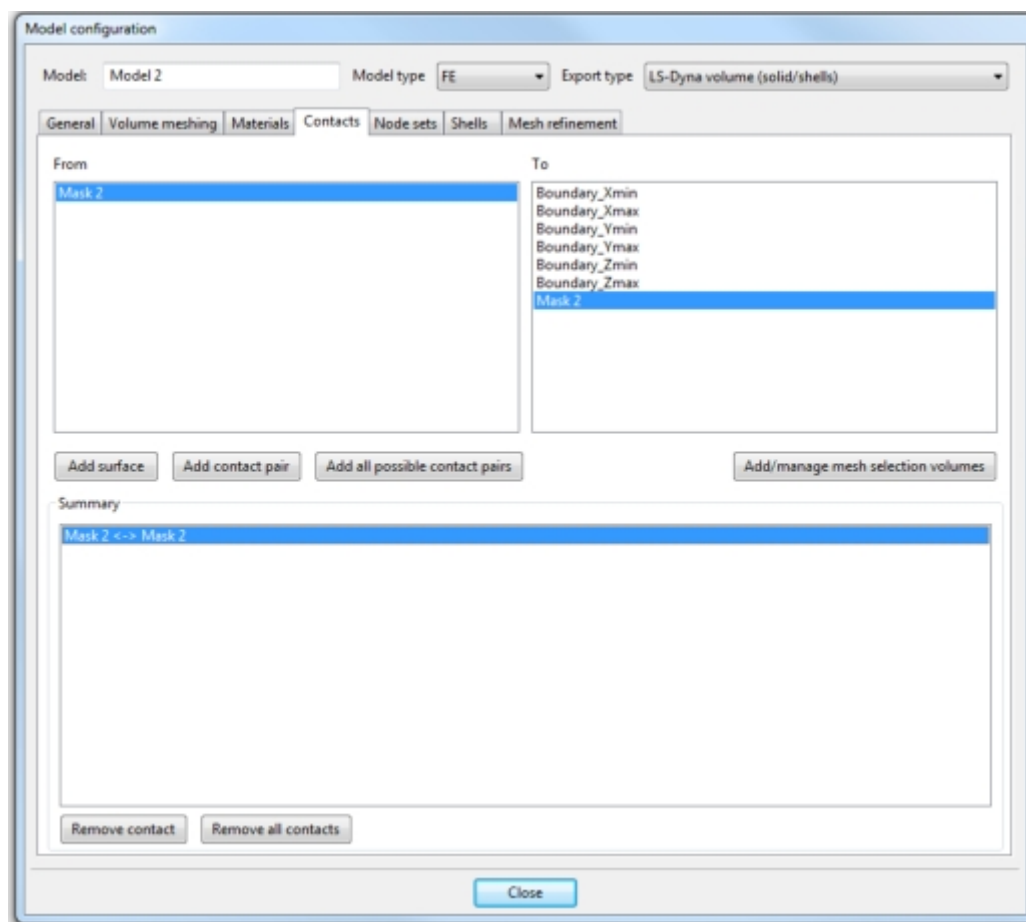

图 1-23 连接标签页(模型配置对话框)
6. 在 **Contacts** 标签页中, 选择 **From Mask 2 To Mask2** 并且点击 **Add contact Pair** , 如图 1-23 所示。这将建立一个自接触的条件。在 **Summary** 选框中, 将会显示所连接的部件。